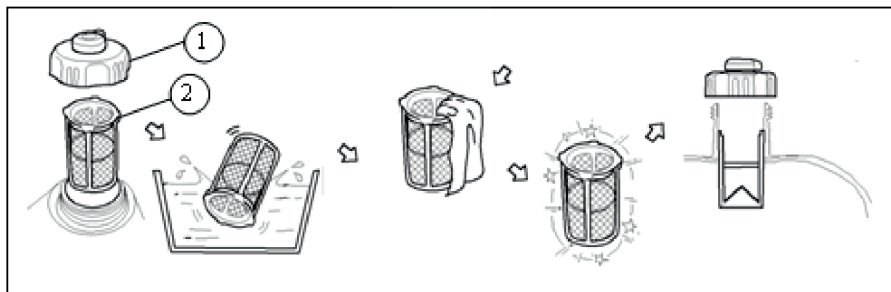

Рис. 21
1. Откройте крышку топливного бака (1) (Рис. 21).
2. Извлеките из горловины топливного бака фильтр грубой очистки (2) и промойте его (Рис. 21).